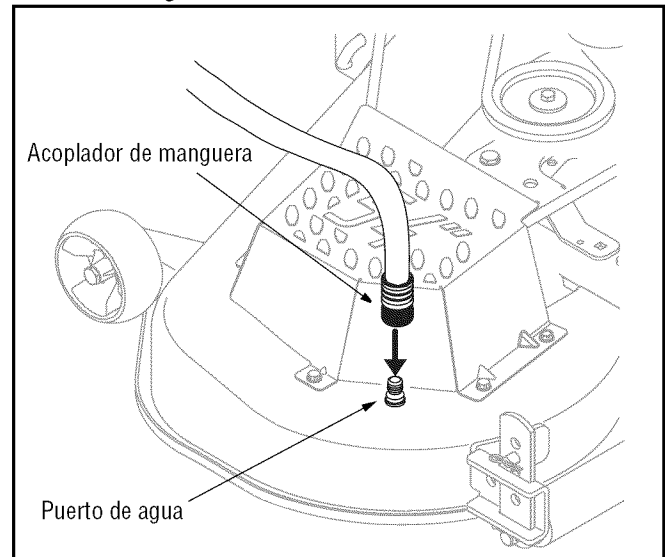

Figura 15
4. Una el acople de la manguera al puerto de agua que se encuentra en la superficie de la plataforma. Vea la Figura 15.